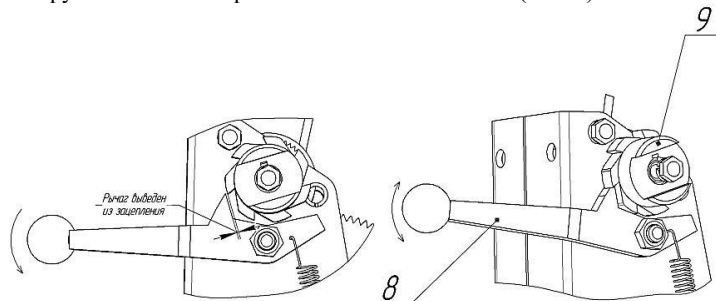

Рис. 2 Рычаг-собачка и храповое колесо лебедки.
Функцию автоматического тормоза (см. рис. 2) выполняет рычаг-собачка (8) храпового механизма (9), который препятствует самопроизвольному разматыванию каната. Только тогда, когда зуб рычага-собачки (8) выведен пользователем из зацепления с храповым колесом (9), имеется возможность произвести опускание груза вращением рукоятки (6). Возврат рычага-собачки в исходное положение (останов вращения барабана) происходит автоматически посредством пружины. Вылет рукоятки рассчитан так, чтобы рабочее усилие для подъема или опускания при номинальной нагрузке 250 кгс не превышало величины 25 кгс (250 Н).